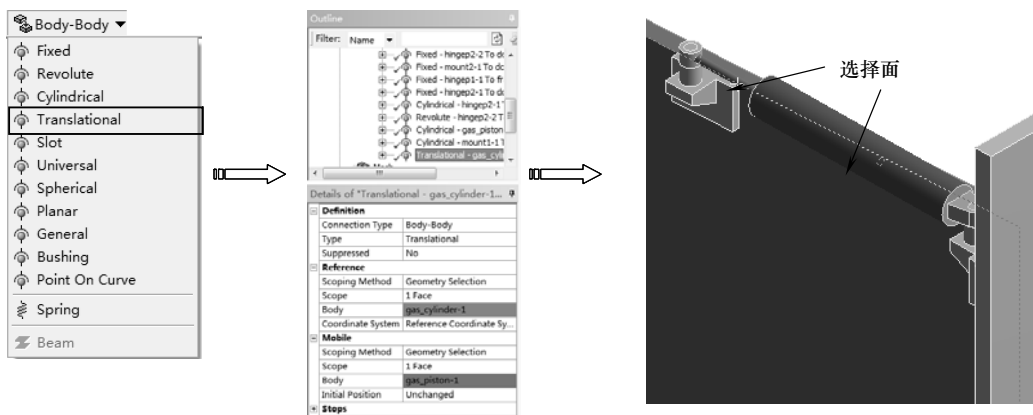

图 10-90 创建移动副
13) 单击【Connections】工具栏上的【Body-Body】|【Translational】命令，分析树中增加【Translational-No Selection To No Selection】节点。分别选择如图 10-90 所示的表面，单击详细设置窗口中的【Reference】和【Mobile】列表中【Body】下的【Apply】按钮完成，如图 10-90 所示。